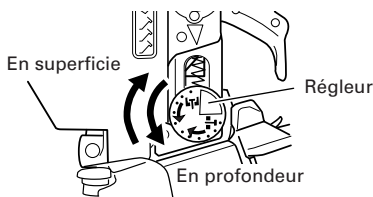

Fig. 11
- Ajuster le régleur (Fig. 11)
Si la décharge du clou n'est pas assez profonde, tourner le régleur sur le côté "en profondeur" (Repère ) (voir Fig. 11 et 12).